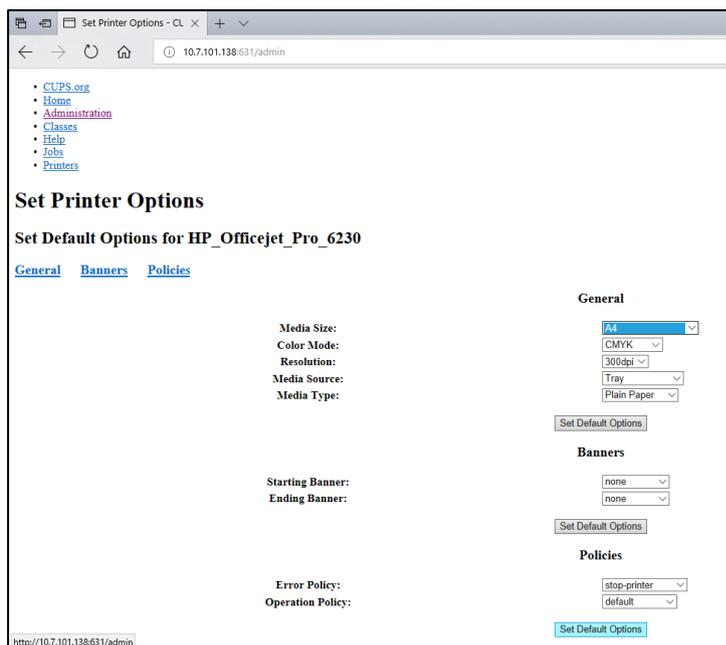

Figura 78. Seleção do Media Size (Tamanho do suporte) correto.
7. Selecione o Media Size (Tamanho do suporte) correto (como "A4"), uma vez que algumas impressoras não procedem à impressão se o formato de papel estiver incorreto. Em seguida, guarde a seleção premindo Set Default Options (Aplicar predefinições) (Figura 78).